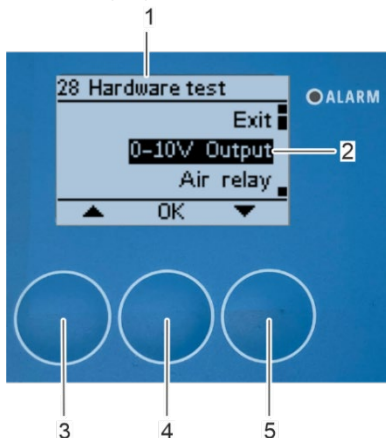

Abbildung 140: Öffnen Untermenü „0 - 10 V Ausgang“
⇒ Das Untermenü „28 Test der Hardware“ erscheint auf dem Bildschirm (Abbildung 140/1).
1. Wählen Sie das Untermenü „0 - 10 V Ausgangssignals“ (Abbildung 140/2) mit den Pfeiltasten [nach oben] (Abbildung 140/3) und [nach unten] (Abbildung 140/5).
2. Bestätigen Sie die Auswahl mit [OK] (Abbildung 140/4).